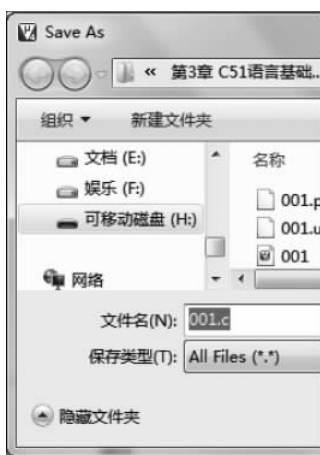

图 3-8 Save As 窗口
(2) C51 源代码输入完毕后,可以选择 File→Save 命令,弹出 Save As 窗口,如图 3-8 所示。在“文件名”文本框中输入 001.c,然后单击“保存”按钮。如果用汇编语言编程,则文件夹的扩展名应为 001.asm。